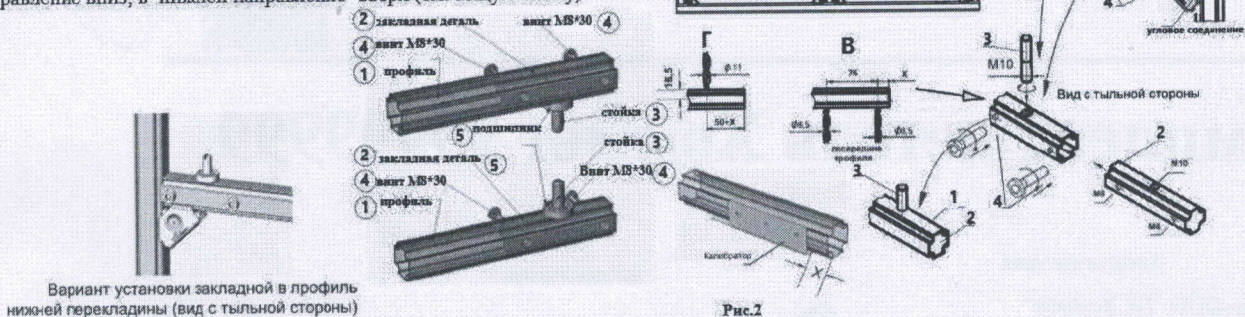

Рис.2
5. В профиле каркаса (рисунок 2 А,Б,В,Г) выполняется сверление двух глухих отверстий диаметром 8,5 мм с обратной (тыльной) стороны при помощи калибратора. Калибратор устанавливается с отступом от торца профиля (база) 50 мм и дополнительным отступом X зависит от толщины обшивки(после чего накерниваются 2 крайних отверстия. Далее калибратор поворачивают относительно оси профиля на 90 градусов и производят керновку по центральному отверстию. Сверлом диаметром 11 мм. производят сквозное сверление, выдерживая перпендикулярность относительно профиля. В профиль вставляются по отверстиям закладная для каркаса с резьбой под стойку, предварительно обработанные графитовой смазкой. Болтами М 8х30 (рисунок 2 Б,В,Г), выполняется фиксация элементов внутри профиля. Устанавливается стойка М10 в зависимости от расположения профиля в каркасе: в верхней направлении вниз, в нижней направлении -вверх (см. общую схему)